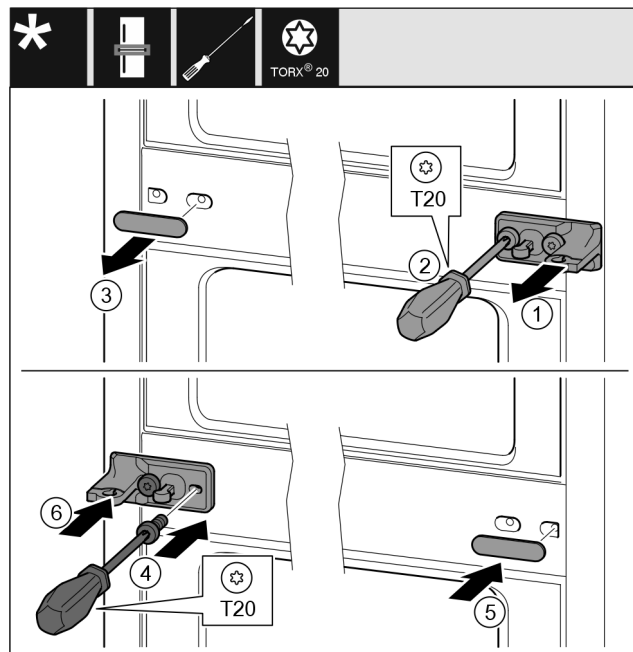

Fig. 14
- ▶ Zdjąć podkładkę Fig. 14 (1).
- ▶ Wykręcić śruby Fig. 14 (2) przy użyciu śrubokręta.
- ▶ Zdjąć ostrożnie osłonę Fig. 14 (3).
- ▶ Płytkę zawiasu wraz z folią Fig. 14 (4) obrócić o 180° przykręcić z drugiej strony.
- ▶ Osłonę Fig. 14 (5) obrócić o 180° założyć z drugiej strony.
- ▶ Wsunąć podkładkę Fig. 14 (6) od przodu.